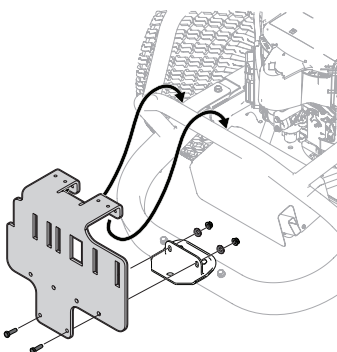

Figure 5
- Accrochez le support de l'adaptateur au tube à cadre supérieur et connectez-le à l'adaptateur du support d'attelage (789-02298) au moyen de deux vis (710-0376), deux rondelles de tasse (736-0242) et de deux contre-écrous d'épaulement (710-04063). Consultez la Figure 5.